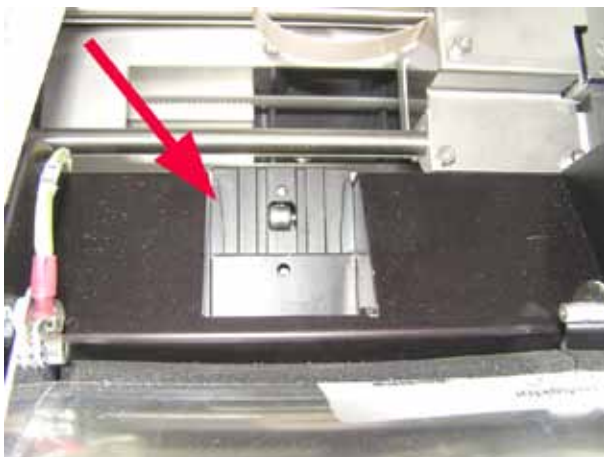

Fig. 47
- Ränna för matning av objektglas (→ "Fig. 47")
Rännan måste vara ren (→ "Fig. 47").